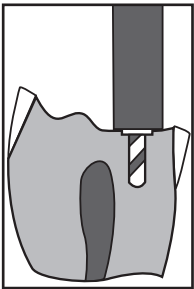
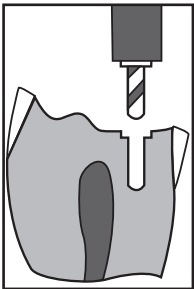

Figure 5
Figure 6
6. Complete a perfuração do canal até à profundidade máxima (o rebordo colorido funciona como um travão) (**Fig. 5**). A Broca Limitadora de Profundidade MAX cria automaticamente o rebordo correcto para o ombro de apoio MAX (**Fig. 6**).